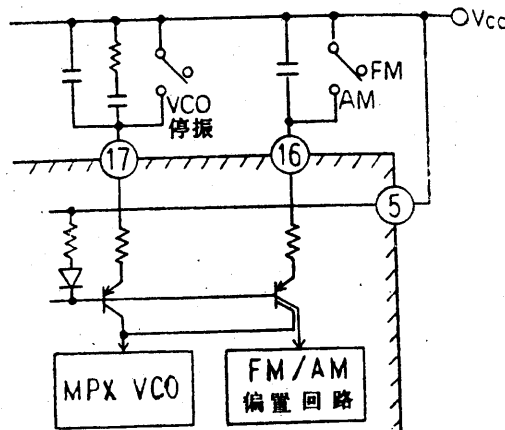

图 11
(8) FM/AM转换开关、强制单声道开关
参看图11。FM/AM转换和强制转换为单声道, 分别用⑩、⑪脚通过控制内部